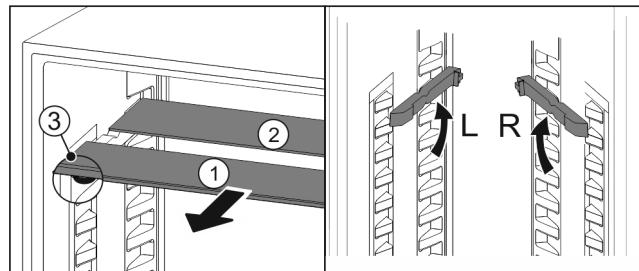

Fig. 19
- Izvucite Fig. 19 (1) staklene ploče jednu po jednu prema naprijed.
- Staklena ploča Fig. 19 (1) s ukrasnom letvicom nalazi se sprjeda.
- Zaustavljači Fig. 19 (3) su usmjereni prema dolje.